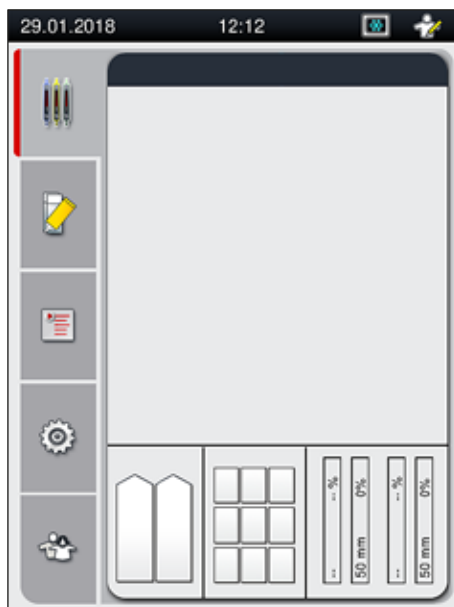

Рис. 12
7. По окончании фазы инициализации на экране появляется **главное меню** (→ Рис. 12).